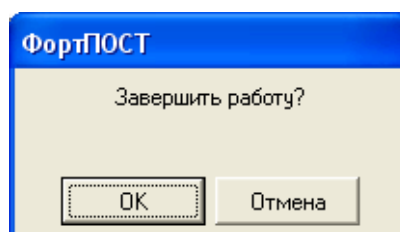
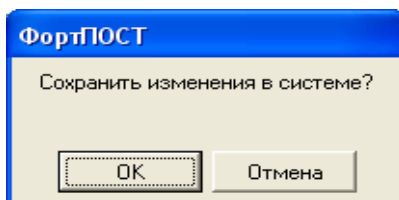

Рисунок 6.6
Рисунок 6.7
- «Выход». Данный подпункт служит для выхода из системы. Для выхода из системы установите указатель мыши на подпункт «Выход» и нажмите левую кнопку мыши. В появившемся окне (рисунок 6.6) подтвердите свое решение. Если происходили какие-то изменения в системе, то далее появится окно (рисунок 6.7). Нажмите кнопку «ОК» для сохранения изменений или отмена в противном случае.